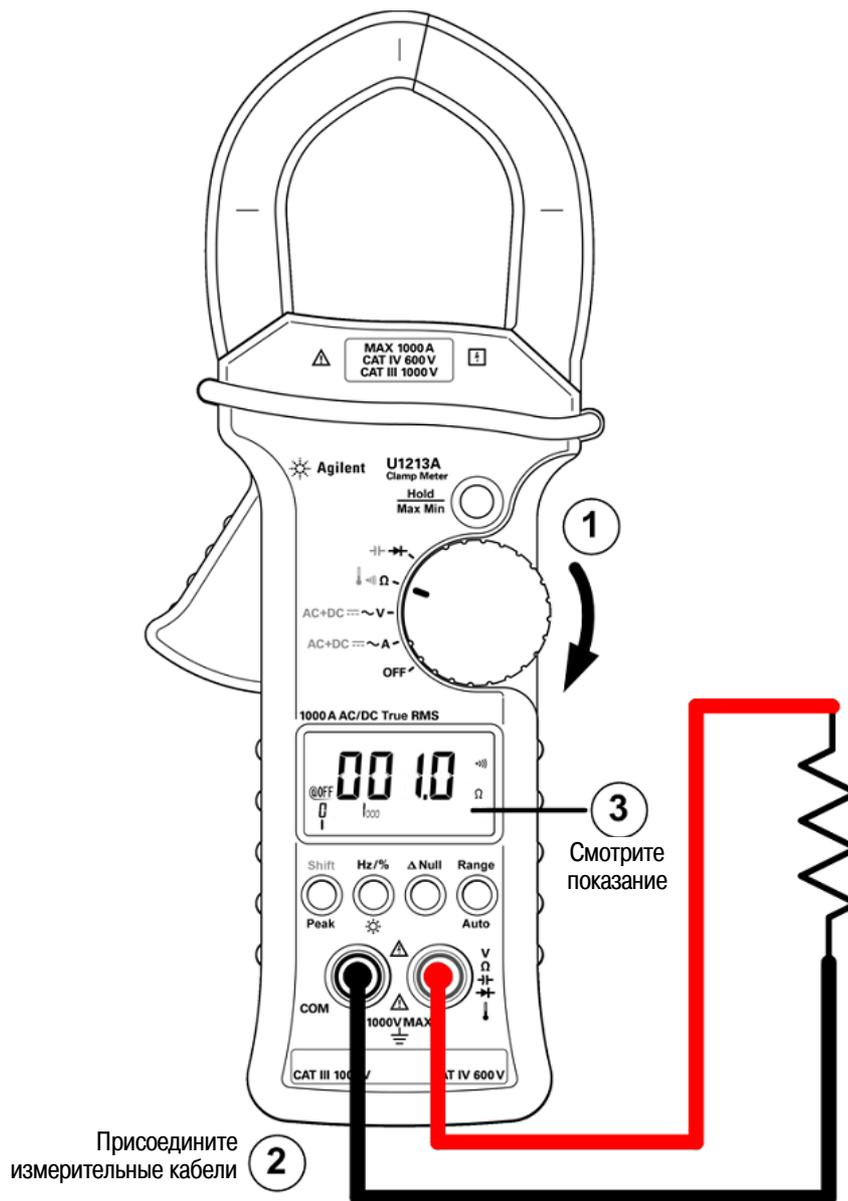

Рис. 2-4 Прозвонка цепи
4. Чтобы переключиться в режим прозвонки цепей, нажмите кнопку **Shift** (см. рис. 2-4 на следующей странице). При сопротивлении измеряемой цепи $< 10,0$ Ом подается звуковой сигнал.